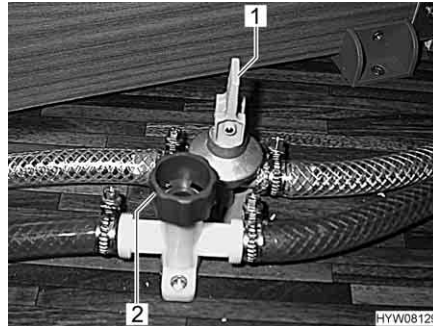

Fig. 128 Robinets de vidange
- Fermer tous les robinets de vidange pour chauffe-eau. Pour cela, mettre le levier à bascule (Fig. 128,1) à l'horizontale et faire tourner le capuchon (Fig. 128,2) dans le sens des aiguilles d'une montre.
- Ouvrir tous les robinets de vidange pour chauffe-eau. Pour ce faire, placer le levier à bascule (Fig. 128,1) à la verticale et faire tourner le capuchon (Fig. 128,2) dans le sens inverse des aiguilles d'une montre.